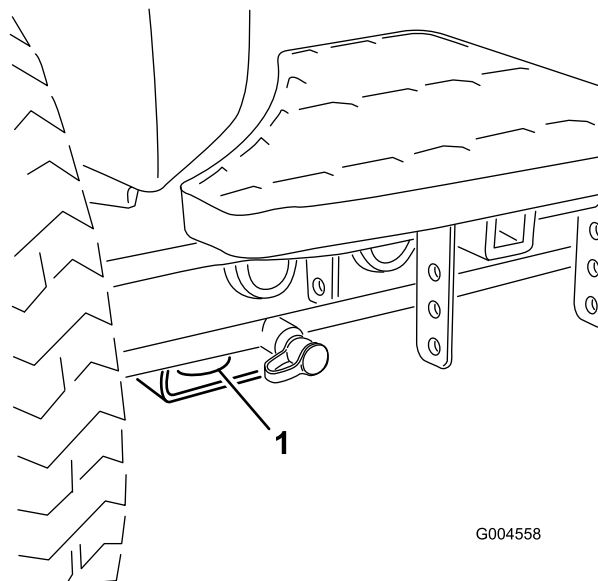

图24
- 前部——矩形垫片上的孔，位于每个前轮胎的轴管下（图24）。